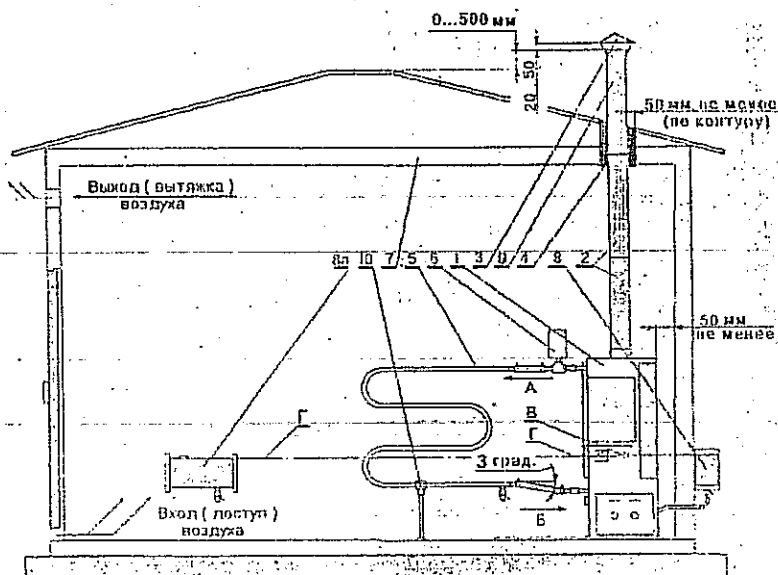

Рис.5
В корпусе печи «Факел-1» установлен трубчатый теплообменник (10) с возможностью подключения к нему водяного или антифризного теплоносителя в виде одной или двух батарей и расширительного бачка (по схеме рис. 5).
6.1 Выбрать место на полу помещения, из условий, что между стеной и конвекционным кожухом было расстояние не менее 50 мм (рис.5), а перед передней частью печи не было сгораемых предметов ближе 1 метра.
6.5 Закрепить топливный бак согласно рис. 5 таким образом, чтобы верхняя часть бака (верхний уровень топлива Г), совпала с меткой уровня топлива в баке (В) на печи.
6.6 Произвести монтаж теплообменника (наружного) или присоединить печь к отопительной системе (рис.5), обеспечивая герметизацию резьбовых соединений (кроме модификации «Факел»).
10.5 Если требуется переставить печь или топливный бак, обязательно соблюдайте порядок их взаимного расположения (верх бака должен быть на уровне специальной метки («В» рис.5) на печи.